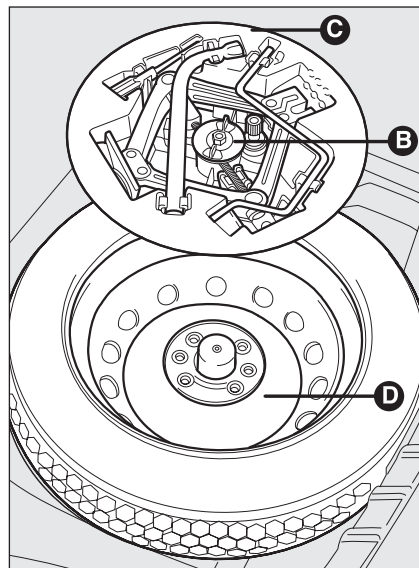

fig. 3
- ☐ desenroscar el dispositivo de bloqueo **B**-fig. 3;
- ❑ situar la ruedecilla de repuesto **D-fig. 3** en el compartimento del maletero;